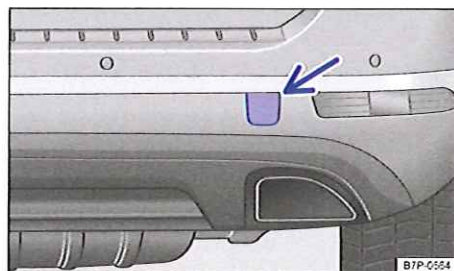

Fig. 291 Dans le pare-chocs arrière droit : cache du logement de l'œillet de remorquage.
- En exerçant une force relativement importante, appuyez sur le bord du cache orienté vers l'extérieur du véhicule → fig. 291 (flèche) jusqu'à l'éjection du cache.